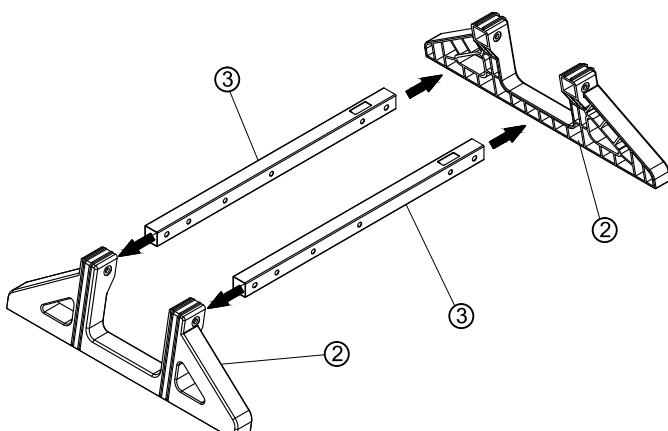

Abb. 1.1
- Stecken Sie die Halterung③ in den Basisständer②, und richten Sie die Schraubenlöcher aus Halterung③ zu Basisständer②. (Siehe Abb. 1.1)